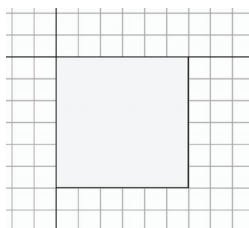

图 3-87 绘制的矩形
3) 选择“Place”→“Rectangle”命令或单击一般绘图工具栏上的按钮来绘制一个直角矩形，将编辑状态切换到画直角矩形模式。此时鼠标指针旁边会多出一个大“十”字符号，将大十字指针中心移动到坐标轴原点处(0, 0)单击，把它定为直角矩形的左上角；移动鼠标指针到矩形的右下角，再单击，就会结束这个矩形的绘制过程，直角矩形的大小为 6 格×6 格，如图 3-87 所示。